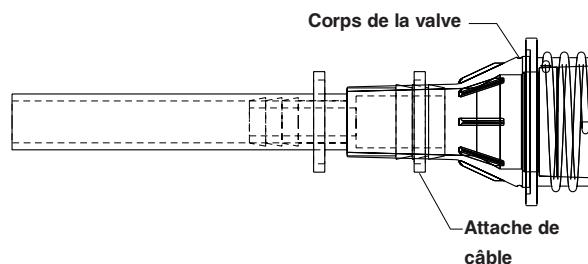

Figure 4
10. Installer l'attache du coupleur de réduction en poussant fermement jusqu'à ce qu'elle repose complètement sur le corps de la valve (voir Figure 4).
11. En utilisant un pistolet de serrage pour colliers, installer l'attache de câble fournie autour de la valve, centrée sur l'attache du coupleur de réduction (voir Figure 4 à la page 20).
13. Installer l'attache du coupleur de réduction en poussant fermement jusqu'à ce qu'elle repose complètement sur le corps de la valve (voir Figure 4 à la page 20).
14. En utilisant un pistolet de serrage pour colliers, installer l'attache de câble fournie autour de la valve, centrée sur l'attache du coupleur de réduction (voir Figure 4 à la page 20).